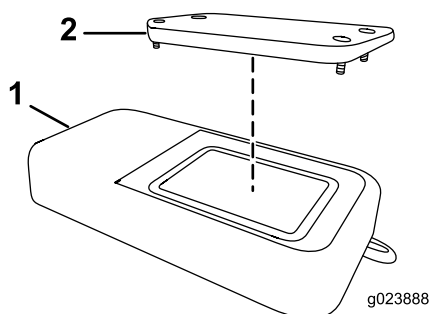

Рисунок 58
2. Снимите крышку (Рисунок 58).